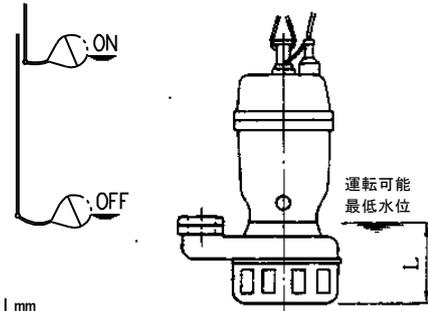

図 3
- 8) 非自動形ポンプ (DN 型) は、フロートによる自動運転装置が内蔵されていませんので、ポンプ運転水位には十分注意してください。なお運転可能な最低水位付近で 10 分以上の連続運転で使用しますと、電動機内蔵のオートカットが作動しますのでご注意ください。必ず自動運転装置を図 3 の如く設け、空運転がないように停止水位を運転可能最低水位より高く設定してください。また、始動水位はポンプが完全に水没する水位より高く設定してください。